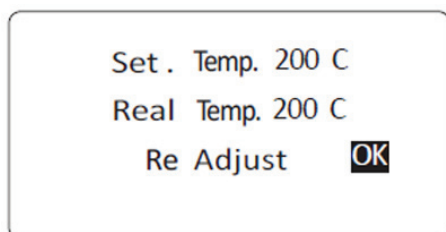

Рис. 3
- 6.1. В меню настройки переместите курсор на пункт «Cal. Status.», затем нажмите в центр регулятора. Переместите курсор на пункт «RealTemp», введите реальную температуру, переместите курсор и нажмите на «OK» (рис. 3). Перейдите в следующее меню, выберите «Save&Exit» для того, чтобы сохранить значение и выйти из меню.